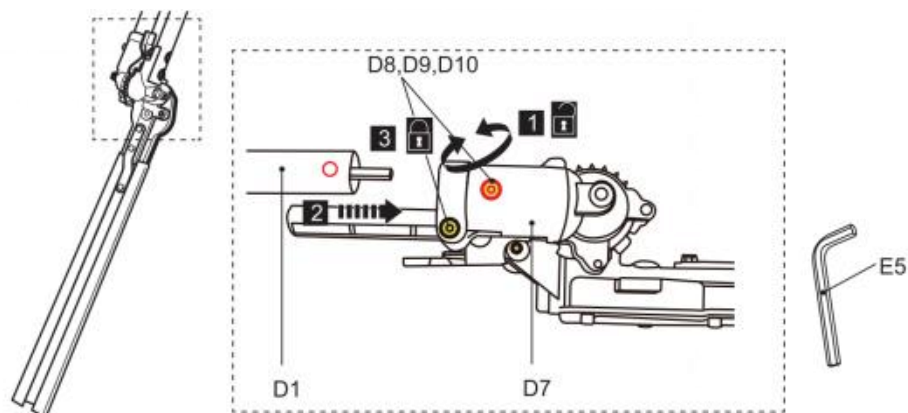

Fig. 20
1) Afloje los pernos (D8) con la herramienta (E5) hasta que el poste inferior (D1) pueda insertarse en el soporte (D7) (Fig. 20, paso 1). No retire los pernos (D8), las arandelas elásticas (D9) ni las arandelas (D10) del soporte (D7).
2) Alinee e inserte el poste inferior (D1) en el soporte (D7) girándolo hasta el tope, hasta que el orificio de montaje quede alineado con el perno. Utilice la flecha como guía para la alineación. (Fig. 20, paso 2).
3) Apriete los pernos (D8) para asegurar el poste inferior en su posición (Fig. 20, paso 3).